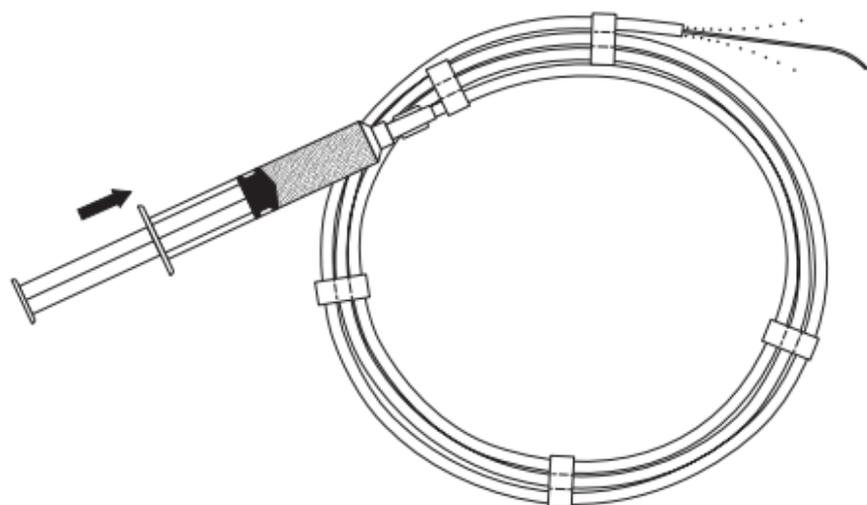

Fig. 1
2. Inyecte solución suficiente para humedecer por completo la superficie de la guía. (**Fig. 1**) De este modo, activará el revestimiento AQ y hará que la superficie de la guía esté muy lubricada.